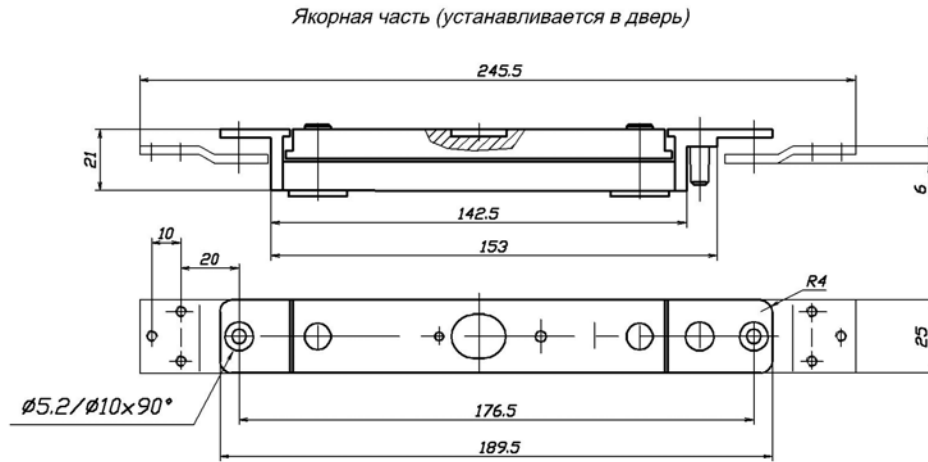
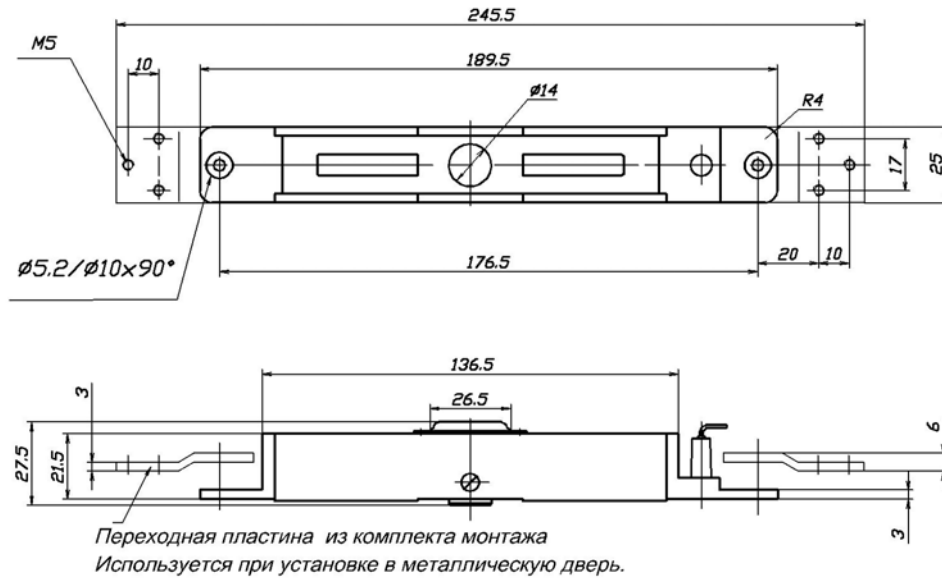

Рис. 2
Рис. 4
- 5.2 Толщина двери должна быть не менее 35 мм. Симметрично кромкам двери выполняется гнездо шириной 26 мм и глубиной не менее 24 мм с учетом габаритно-установочных размеров якорной части (см. рис. 2, 3). Крепление в двери выполняется двумя саморезами длиной не менее 12 мм. Аналогичное гнездо шириной 25 мм выполняется в дверной коробке с учетом габаритно-установочных размеров корпусной части (см. рис. 4, 5). Расположение гнезд друг относительно друга в продольном направлении (т.е. вдоль длинной стороны якорной части) должно обеспечивать точность совпадения выступа на корпусной части и гнезда якорной части в пределах ± 2 мм. В поперечном направлении (т.е. перпендикулярно полотну двери) расположение гнезд должно обеспечивать гарантированный люфт закрытой двери, т.е. подвижная пластина якорной части должна свободно, не касаясь стенок гнезда двери, перемещаться в пределах своего рабочего хода. При этом не должно происходить защемление подвижной пластины из-за влияния уплотнения двери, деформации дверного полотна, неточной навески петель и других факторов создающих «отдачу» двери при закрывании.